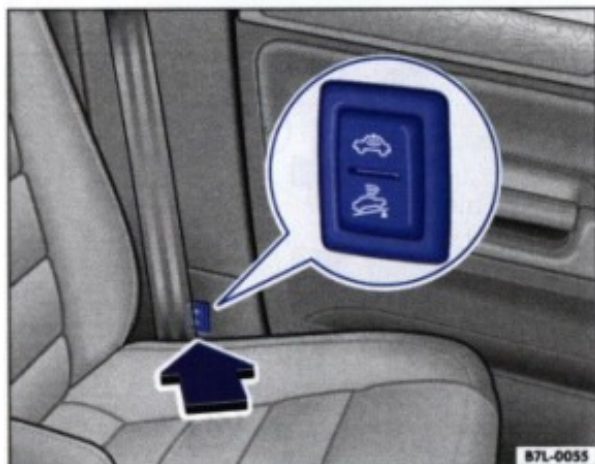

Fig. 29 Tasta pentru decuplarea instalației de supraveghere și a protecției la remorcare
- Deschideți ușa conducătorului și apăsați suprafața superioară a tastei ⇒ fig. 29 , pentru a dezactiva supravegherea interioară. În tastă se aprinde o lampă de control care va rămâne aprinsă până la încuierea autovehiculului.